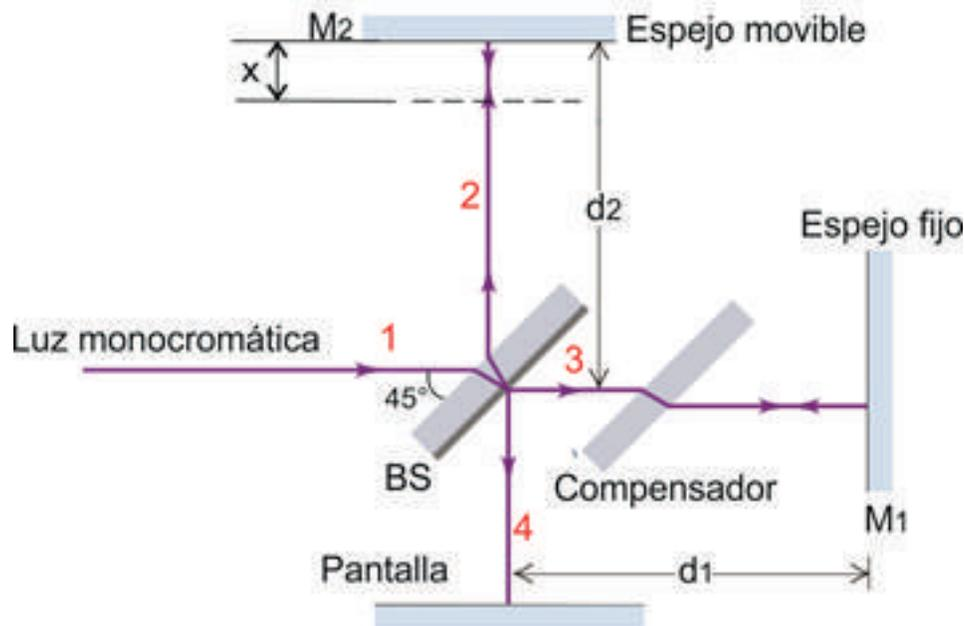

Figura 6.1. Interferómetro de Michelson
Un diagrama esquemático del interferómetro de Michelson, es mostrado en la figura 6.1. El haz de luz 1, de una fuente de luz monocromática (S), es incidente sobre un divisor de haz (BS). El haz 1, es dividido en dos partes por el divisor de haz (BS), por medio de una delgada superficie metálica con frente
La figura 6.1, muestra que los espejos son perpendiculares uno con otro, solamente el BS tiene 45° con cada uno, y las distancias d_1 y d_2 son iguales. Sin embargo, si el espejo es movido alejándose de la pantalla por una distancia de $1/4\lambda$, parte 2 viaja hacia atrás y hacia adelante para un total que es dos veces este valor, conduciendo a una lectura extra de $1/2\lambda$.